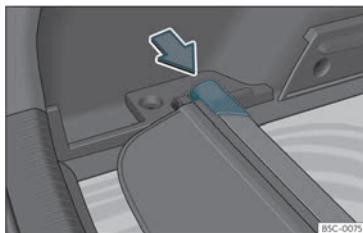

Fig. 112 Dans le coffre à bagages : logement de rangement de la plage arrière.
- Appuyez sur la tête de la plage arrière enroulable dans le sens de la flèche jusqu'à l'insérer dans le logement prévu à cet effet »» **fig. 112**.